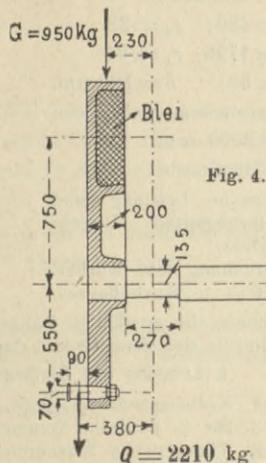

Fig. 4.
Die Kurbel mit Gegengewicht erhält die Ausführung nach Fig. 4.
Für das Hauptlager ergibt sich (vergl. auch Fig. 4):
- Für den Kurbelzapfen finden wir (vergl. auch Fig. 4):
11. Biegebbeanspr.  $\sigma_b = 9950 : 34,3 = 290$  kg/qcm . . . . . 40i (26)